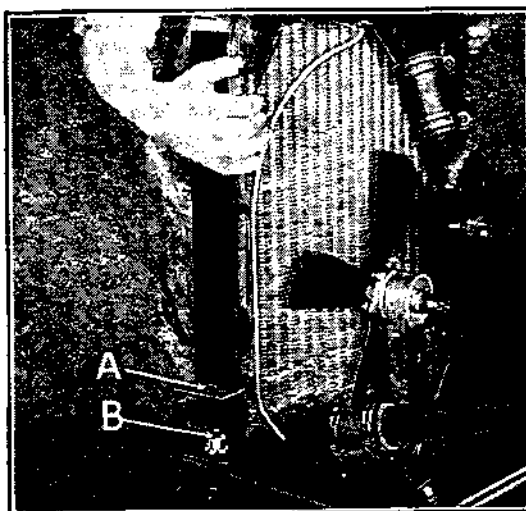

Fig. 103
- b) Passer le support du radiateur (voir A, fig. 103) sur les goujons et les cuvettes B.